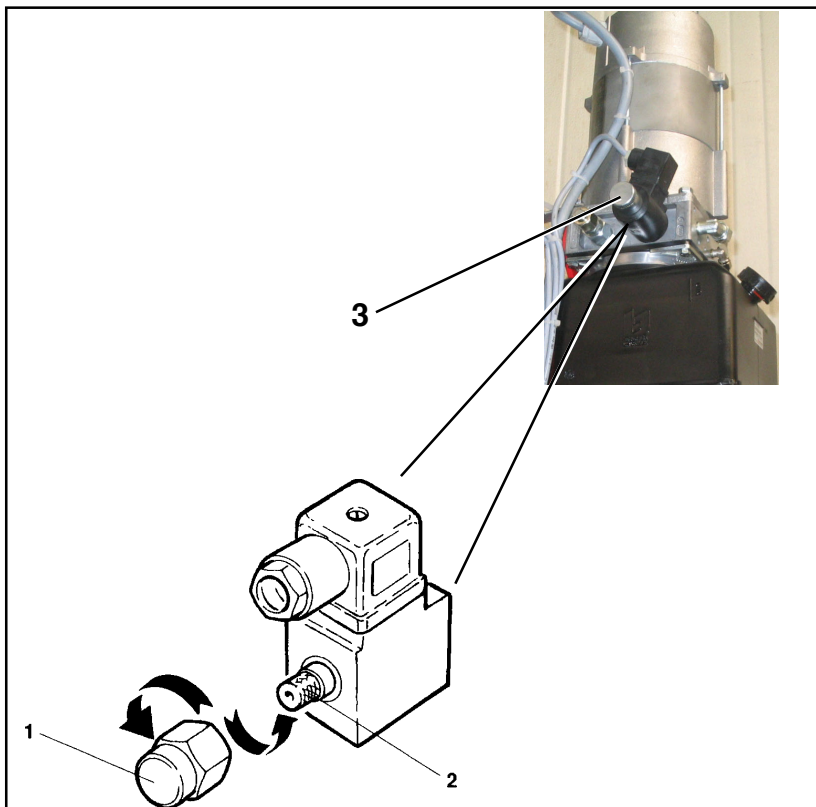

Fig. 28
- aprire la valvola di discesa manuale (3 Fig.28) svitando prima il tappo di protezione (1) poi ruotare il dispositivo (2).
- Remove the protection cap (1), turn the device (2) and open the valve (3 Fig.28) for lift manual lowering.
- Das Ventil für den manuell gesteuerten Senkvorgang (3 Abb.28) öffnen, indem zuerst der Schutzverschluss (1) abgeschraubt wird und dann die Vorrichtung (2) drehen.
- ouvrir la soupape de descente manuelle (3 Fig. 28) en dévissant tout d'abord le bouchon de protection (1) puis tourner le dispositif (2).
- abrir la válvula de descenso manual (3 Fig.28) destornillando antes el tapón de seguridad (1) y luego girar el dispositivo (2).